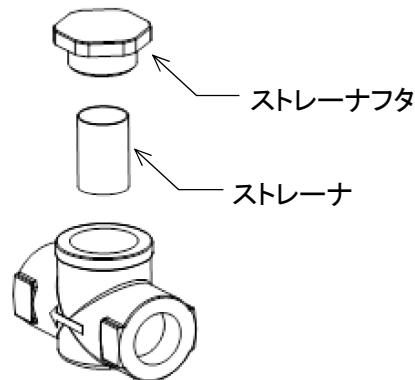

図 9-5
9.3.5 ストレーナ(図 9-5)
2) ストレーナの掃除と点検 (図 9-5)